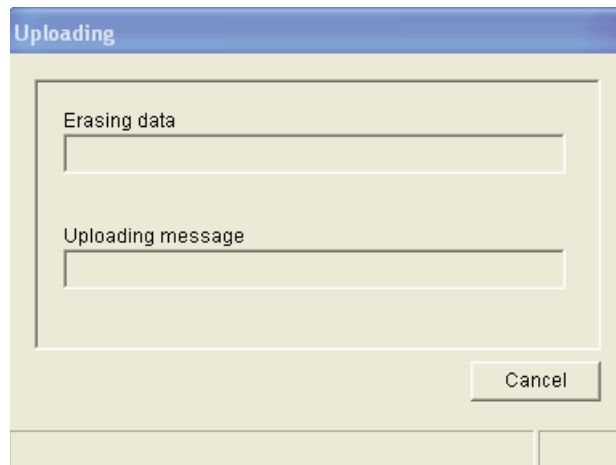

figura 8.17: Carregamento de dados no Plena Weekly Timer
- 2 Clique em Upload configuration. Aparecerá a janela que se segue (consulte a figura 8.17) indicando que o carregamento está a decorrer. No final do carregamento, esta janela fecha-se.